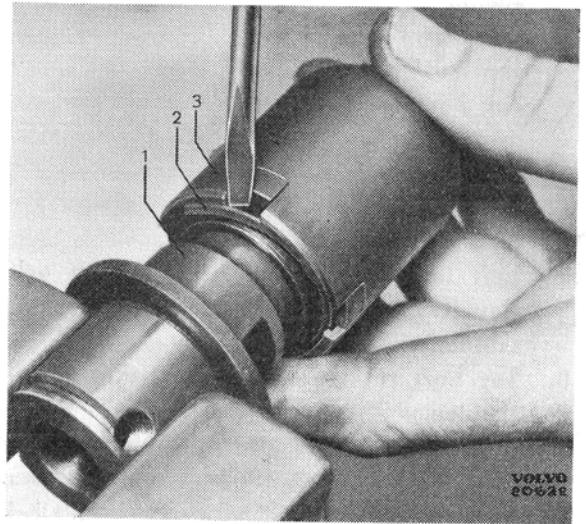

Bild 44.
10. Tag bort låsringen (2 bild 44) som håller drevet (3) till hylsan (1) och lyft av detta. De olika detaljernas placering framgår av bild 45.
6. Träd bendixanordningen på rotorns axel och montera låsskruven, se bild 44. Tag bort avdragaren och rördornen.